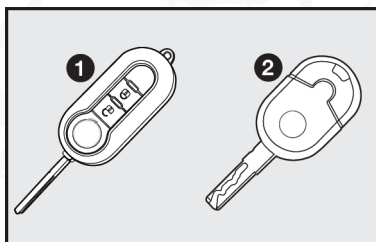

fig. 1
Con el vehículo se entregan, según la versión, una llave 1-Fig. 1, o dos llaves 2-Fig. 1
Las llaves A ó B-fig. 1 se utilizan para:
- Apertura/cierre de las puertas a través del control remoto (llave 1-fig. 1)
Para la llave de ignición 2-fig. 1 está prevista la preparación para la instalación del control remoto.